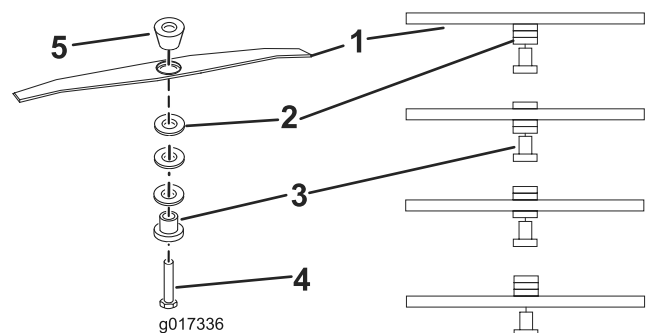

Рисунок 13
5. Установите на место разделители для обеспечения требуемой высоты, установите держатель ножа и разделители (Рисунок 13) и затяните болт моментом 25 Нм (18 фунт-футов).